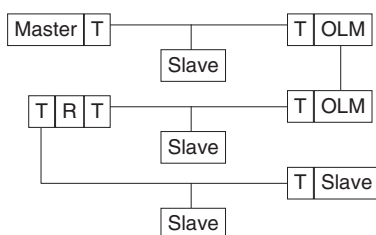

Bild 2.1: Beispiel: Bussegmente mit Busabschluss
**Beispiel** (siehe Bild 2.1 auf Seite 12): Eine Linie mit 1 Master, 4 Slaves, einer LWL-Übertragungsstrecke, 1 Repeater (R), 3 Kupfersegmenten und 6 Busabschlüssen (T): Master (T) – Slave – (T) OLM – LWL – OLM (T) – Slave – (T) Repeater (T) – Slave – (T) Slave.